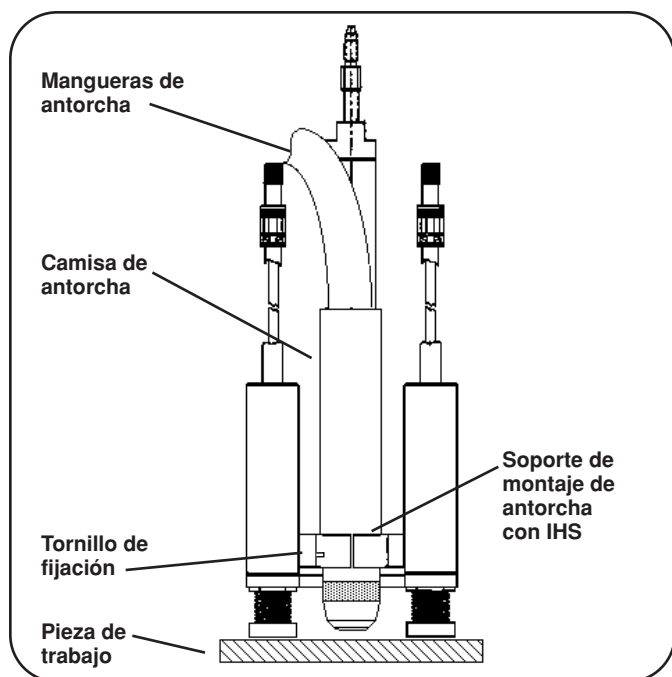

Figura 4-19 Montaje de la antorcha mecanizada
1. Afloje los **tornillos de fijación** e instale la antorcha mecanizada (con mangueras de antorcha conectadas) en el soporte de montaje de antorcha o el subconjunto de montaje de antorcha si se utiliza el sensor de altura inicial. Vea la Figura 4-19 para Soporte de montaje de antorcha con Sensor de altura inicial y Fig. 4-20 para el Soporte de montaje de antorcha.